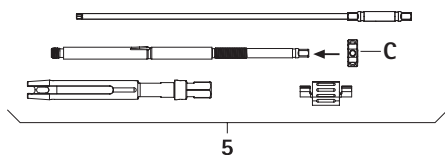

Fig. 11
- Enroscar la tuerca tensora **C** en el casquillo interior, ver Fig. 11.